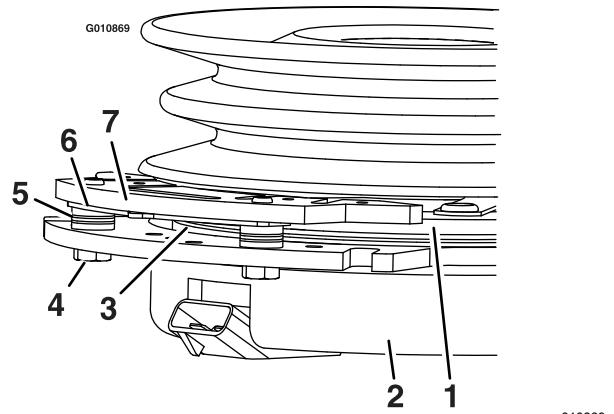

**Bild 71**
3. Entfernen Sie den Staubdeckel vom Laufrad und ziehen Sie die Sicherungsmutter an (Bild 71).
4. Ziehen Sie die Sicherungsmutter an, bis die Federscheiben flach liegen und schrauben Sie dann um Viertelumdrehung zurück, um die Lager richtig vorzuspannen (Bild 71).
**Wichtig:** Achten Sie darauf, dass die Federscheiben richtig eingesetzt sind, siehe Bild 71.
5. Setzen Sie den Staubdeckel auf (Bild 71).